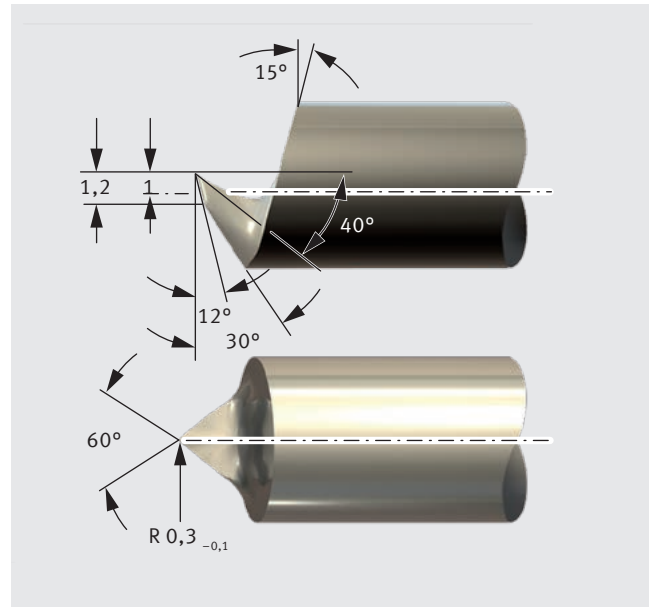

Fig. 67: Utensile da taglio per KS Permaglide® P22 e P202
- utensili in carburo metallico (fig. 67)